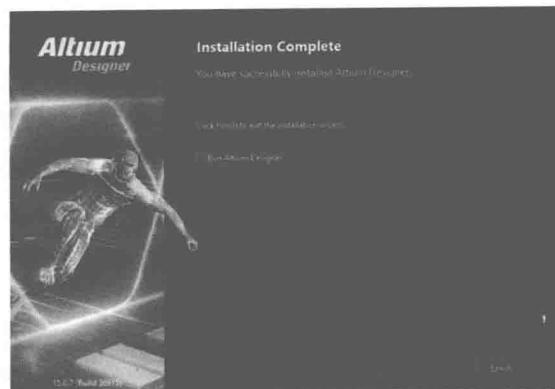

图 1.3.8 “Finish(完成)”对话框
(7) 安装结束后会出现一个“Finish (完成)”对话框，如图 1.3.8 所示。单击“Finish (完成)”按钮即可完成 Altium Designer 15 的安装工作。